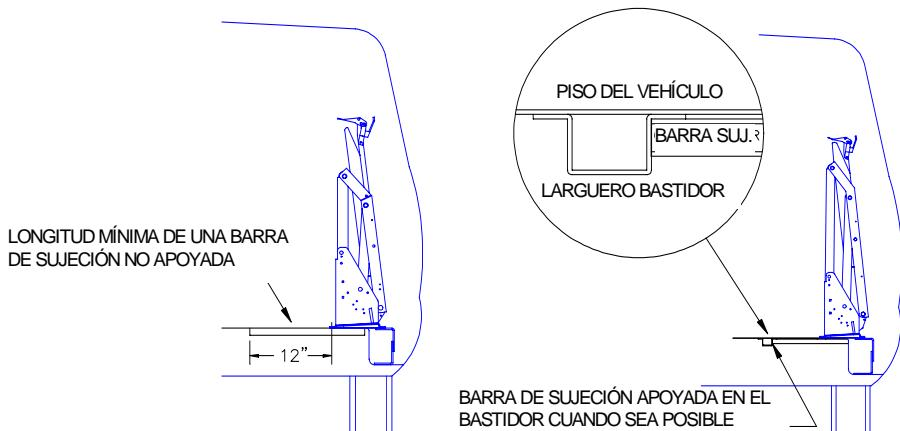

FIGURA 2-2: SISTEMA DE BARRA DE SUJECIÓN PARA FURGONETA FORD
- ◆ Consulte la **Figura 2-2**. En las instalaciones en furgonetas Ford, es necesario usar barras de sujeción para ayudar a distribuir la carga del piso y sólo se deberían cortar si se ha de evitar un larguero del bastidor. Para sostener la barra de sujeción debe usarse un larguero del bastidor.